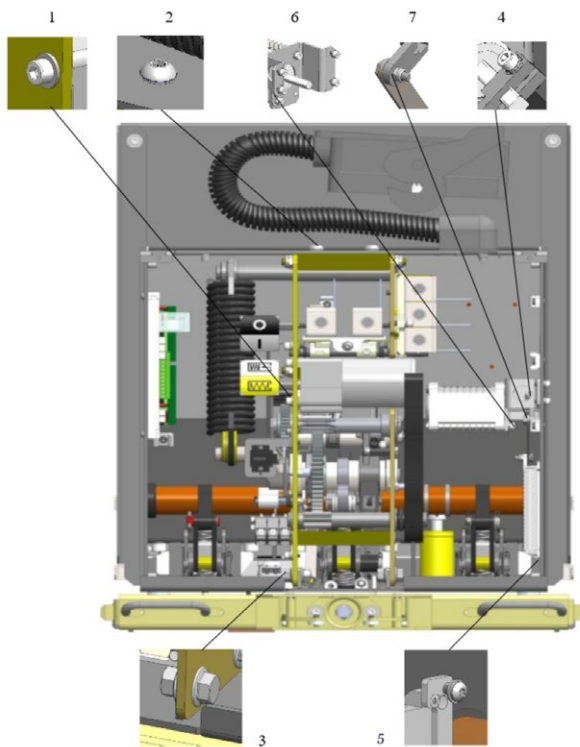

Рис. 14 Места подтяжки крепежа в приводе выключателя. Расшифровка см. табл. 10
- проверить затяжку винтов и гаек, при необходимости провести подтяжку согласно рис. 14 и таблицам 10 (остальные требования по инструкции «Затяжка резьбовых соединений. Нормы затяжки и технические требования»);
- проверку затяжки винтов и гаек, при необходимости – подтяжку согласно рис. 14 и табл. 10;